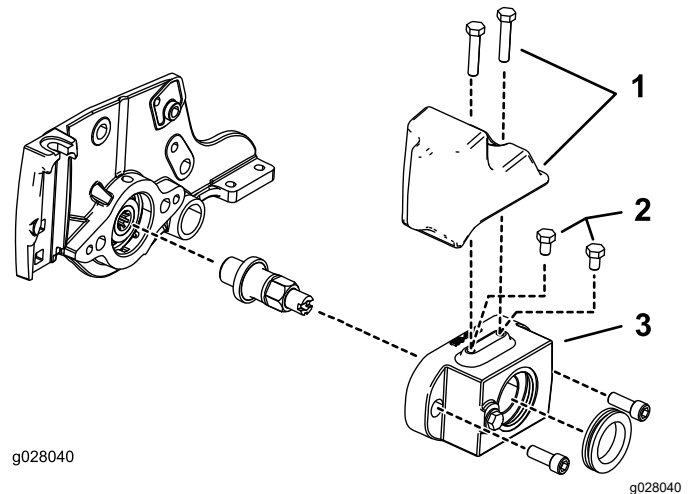

Figura 5
parte superior da caixa da escova do rolo (Figura 5).
- Motores de cilindro elétricos de 12,7 cm: instale o kit de pesos na parte superior da caixa da escova do rolo com dois parafusos ($\frac{5}{16}$ -18 x $\frac{1}{2}$ pol.); consulte a Figura 5.